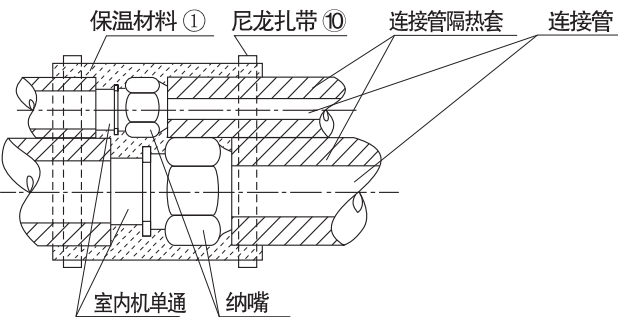

图9
4 管道安装后用附件①保温材料包住所有扩口管连接部分, 如图9。